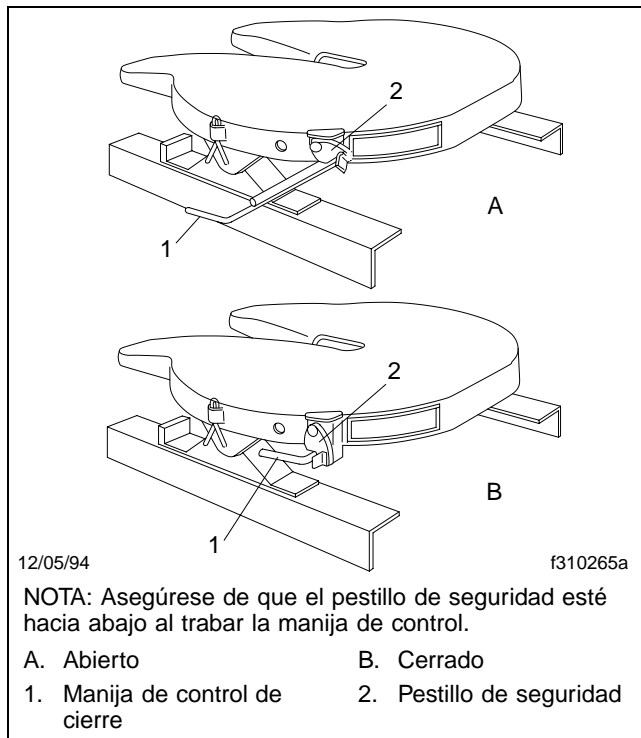

Figura 8.6, Quinta rueda Fontaine Serie 5000, cierre y abertura
6. Efectúe una comprobación visual y física para ver si hay un cierre eficaz del perno rey. Cuando ha ocurrido un cierre eficaz, la manija de operación de la quinta rueda se habrá movido a la posición de cierre. Asegúrese de que el pestillo de seguridad esté sobre la manija de operación. Vea la **Figura 8.6**. Esto mantendrá la manija en la posición de cierre.
6. Suelte el mecanismo de cierre del perno rey levantando el pestillo de seguridad y tirando de la manija de control del cierre hasta la posición abierta. Vea la **Figura 8.6**.